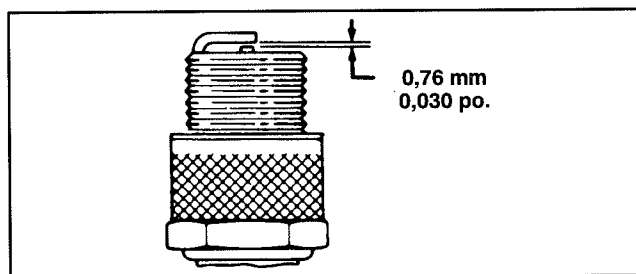

Figure 13
3. Réglez l'écartement des électrodes à 0,76 mm (0,030 po.) (Fig. 13). Installez la bougie réglée avec son joint. Serrez-la à 20 N·m (15 ft·lb).